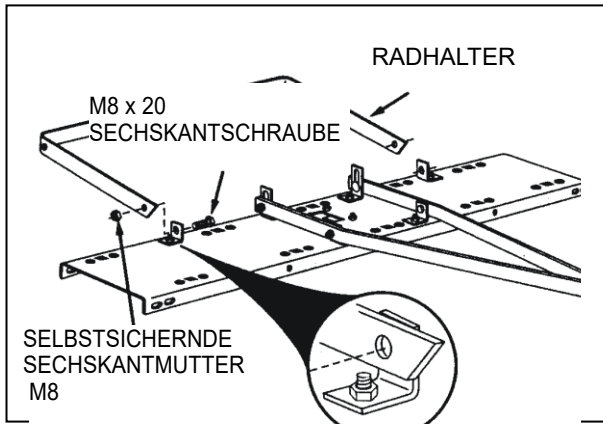

ABB. 5
11. Schrauben Sie den Radhalter mithilfe der Sechskantschrauben M8 x 20 und der selbstsichernden Sechskantmutter M8 an die Außenseite der Winkelhalter. Die Enden des Halters müssen in die Richtung gemäß Abb. 5 gerichtet sein. Festziehen und danach die Schrauben und Muttern leicht lösen.